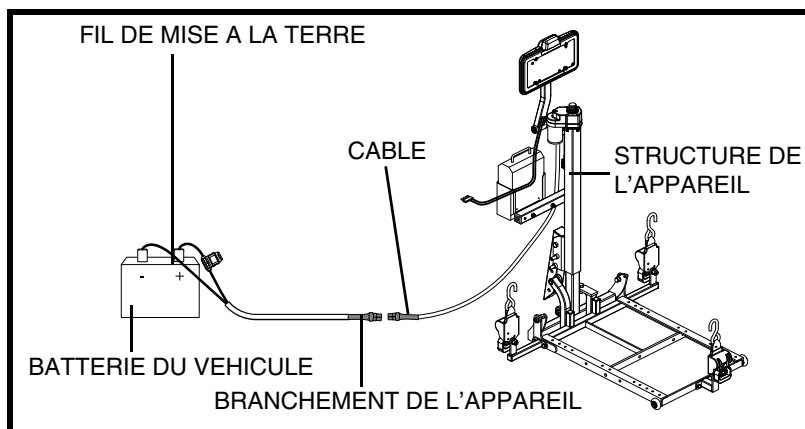

Figure 8. Installation du câblage
1. Passe le câble de l'appareil (à partir de l'appareil) à l'intérieur du véhicule pour rejoindre la batterie du véhicule. Voir la figure 8. Typiquement, vous trouverez des orifices passe fil derrière les feux arrière afin de faire passer le câble dans le coffre arrière et sous la banquette arrière.